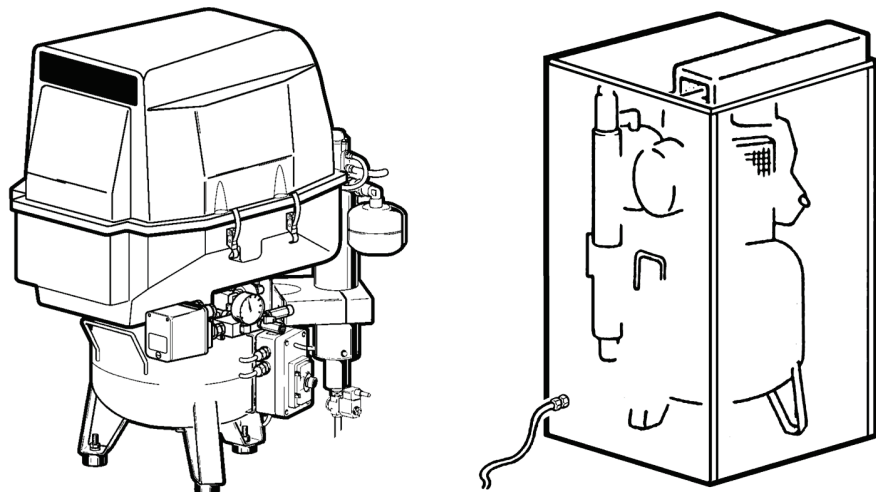

Рис. 3. Звукоизолирующие кожухи для компрессоров
Что касается уровня шума, компрессор может быть снабжен пластиковым корпусом или звукопоглощающим кожухом (см. рис. 3), позволяющими понизить уровень шума на 10 и 20 дБ (A) соответственно. **Используйте только фирменные корпуса и звукоизолирующие кожухи предприятия-изготовителя; на компрессоры, оснащенные другими шумопоглощающими устройствами, гарантия не распространяется. Фирменные корпуса и звукоизолирующие кожухи не только эстетическое усовершенствование или шумопонижающие устройства: они также представляют собой защиту от взрыва и возгорания, возможность возникновения которых чрезвычайно мала, но полностью ее исключить невозможно.**